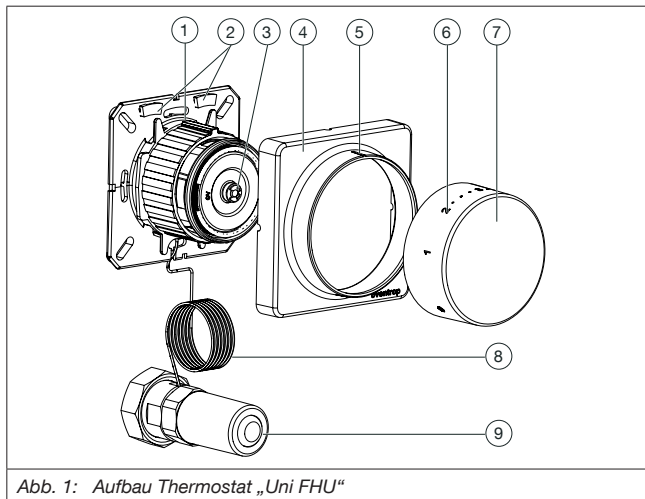

Abb. 1: Aufbau Thermostat „Uni FHU“
Die gewünschte Raumtemperatur stellen Sie am Handrad (siehe Abb. 1 auf Seite 6) ein.
1. Entfernen Sie die Abdeckung (siehe Abb. 1 auf Seite 6 (4)).
1. Entfernen Sie die Abdeckung (siehe Abb. 1 auf Seite 6 (4)). Stellen Sie das Handrad auf den gewünschten Wert (siehe 3.3 auf Seite 7).
2. Nehmen Sie die Begrenzungselemente (siehe Abb. 1 auf Seite 6 (2)) aus der Wandbefestigung und setzen Sie sie rechts und links neben den eingestellten Wert (Anschlagsteg) im inneren des Handrads.
1. Entfernen Sie die Abdeckung (siehe Abb. 1 auf Seite 6 (4)). Stellen Sie das Handrad auf den niedrigsten Wert im gewünschten Temperaturbereich (siehe 3.3 auf Seite 7).
2. Nehmen Sie ein Begrenzungselement (siehe Abb. 1 auf Seite 6 (2)) aus der Wandbefestigung und setzen Sie es links neben den niedrigeren gewünschten Wert. Gem. Beispiel: Merkzahl „2“.
4. Nehmen Sie das zweite Begrenzungselement (siehe Abb. 1 auf Seite 6 (2)) aus der Wandbefestigung und setzen Sie es rechts neben den höchsten gewünschten Wert. Gem. Beispiel: Merkzahl „3“.
2. Drehen Sie die Fühlereinheit (siehe Abb. 1 auf Seite 6 (3)) bis zum Anschlag ein.